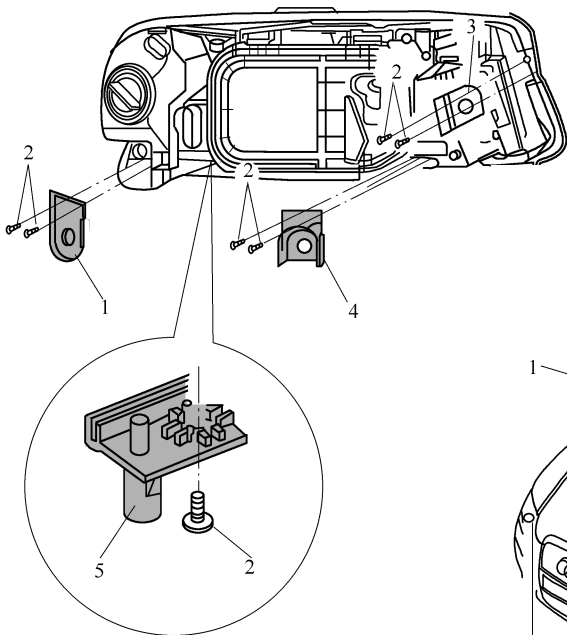

图 11-1-17 安装前照灯外壳修理套件
(七) 安装前照灯外壳修理套件(见图 11-1-17)说明：
- (1) 拆下前照灯和断裂的固定压片。
- (2) 取下前照灯外壳上折断的固定压片的残余物。
- (3) 将修理套件中的固定压片 1、3、4 或 5 装到前照灯外壳上，并用螺栓 2 固定压片，如图 11-1-17 所示。